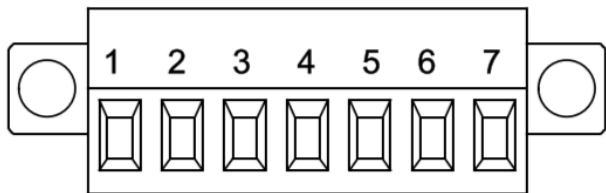

图 1.6 控制箱通讯接口
(3) 控制箱还提供不同协议的通讯接口, 如图1.6和表1.7所示: